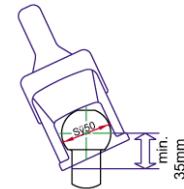

Bild 1: Kugelstange Zugfahrzeug
**1.3** Die Zugkugelkupplung WS 3000 kann zusammen mit Kupplungskugeln nach DIN 74058 / ISO 1103 nur dann eingesetzt werden, wenn der Kugelhalb im Bereich von **35 mm frei von Anbauteilen** ist. (Bild1)